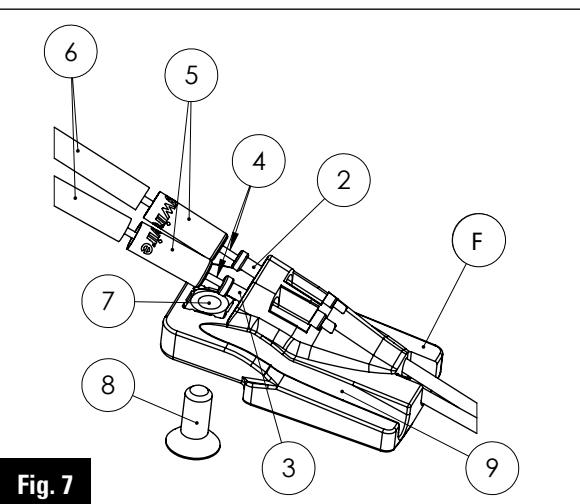

Fig. 7
1 / Posiziona sul riscontro i rivestimenti ② e ③ nei relativi canali (Fig.7).
2 / Posiziona le guaine con gli attacchi (Fig.7).